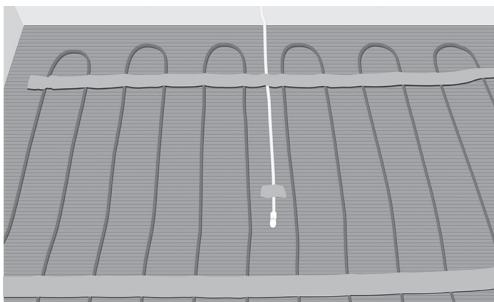

Рис. 9. Расположение трубы для кабеля/датчика между двумя кабелями
12. Установите и закрепите датчик температуры пола в гофрированной трубке или просто установите датчик температуры пола, если гофрированная трубка не установлена. Загерметизируйте конец трубы для кабеля. Трубку/датчик следует расположить между двумя нагревательными кабелями (рис. 9).